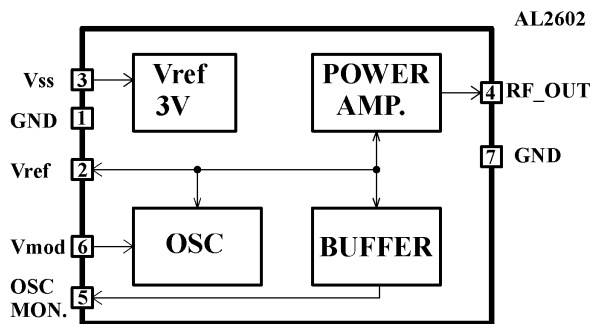

рис. 1
Структурная схема AL2602 показана на рис. 1, а назначение выводов приведено в таблице.
**Линейно-меняющийся сигнал** – это напряжение, возрастающее (или убывающее) с постоянной скоростью. Это напряжение, конечно же, не может расти бесконечно. На рис.1,а показан линейно-меняющийся сигнал, а на рис.1,б – ограниченный линейно-меняющийся сигнал.